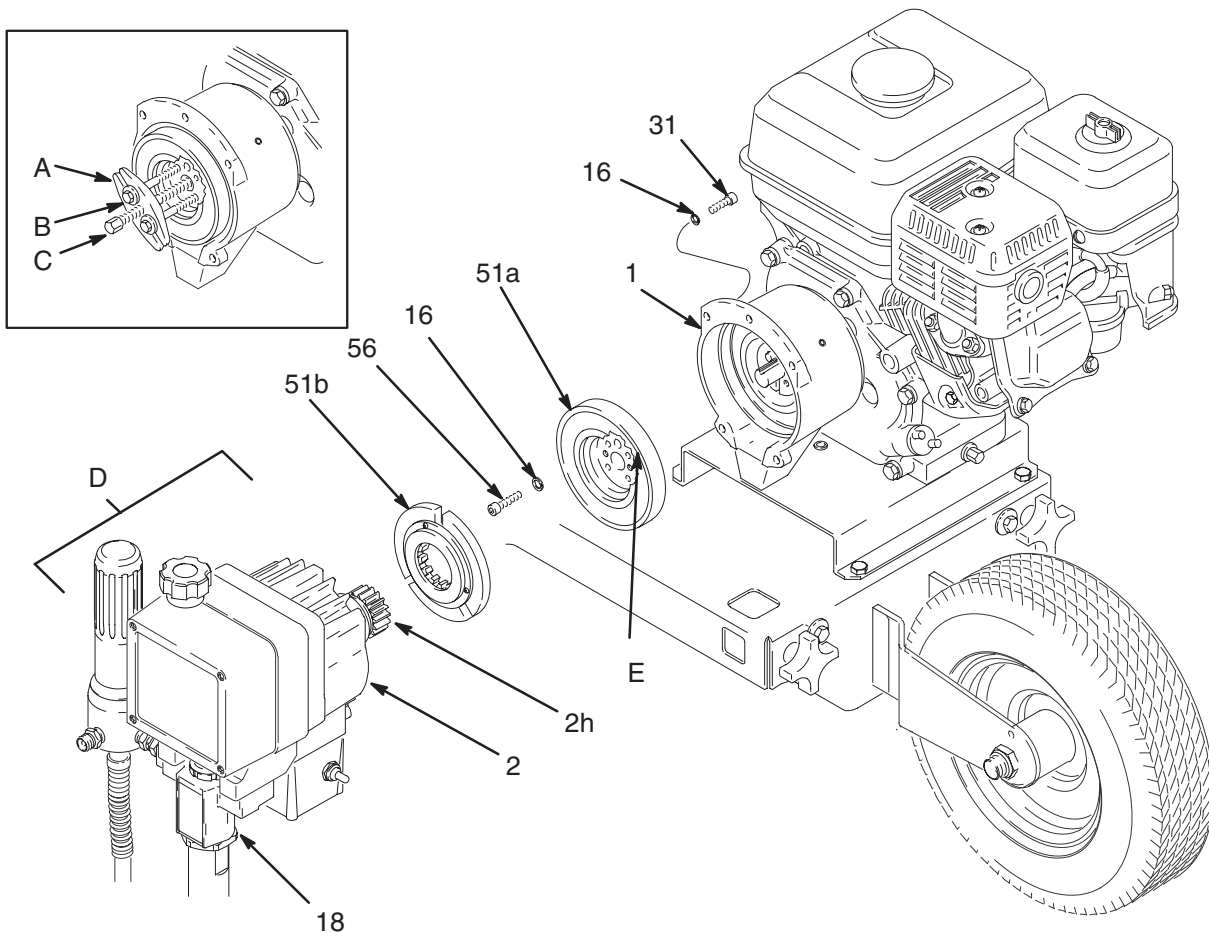

Fig. 17
REMARQUE: Pour la présente procédure, se référer à la figure 17.
- a. Ôter les quatre vis à six pans creux (56) et les rondelles d'arrêt (16). Visser deux des vis dans les trous taraudés (E) du rotor. Serrer alternativement ces vis jusqu'à ce que le rotor sorte. Voir Fig. 17.
- b. Vous pouvez utiliser un arrache-volant classique (A). Vous aurez besoin aussi de deux longues vis de 1/4-28 x 3 ou 10 cm (B). Remplacer les vis courtes de l'arrache-volant par des vis longues (B). Visser les vis (B) dans les trous taraudés (E) du rotor (51a). Serrer la vis à tête (C) de l'outil jusqu'à ce que le rotor sorte. Voir détail, Fig. 17.